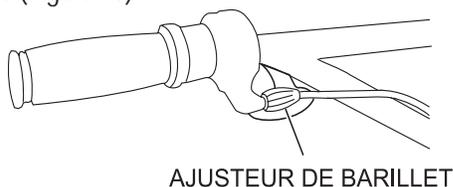

Figure 10. Ajusteur de barillet
6. Ajustez la tension du câble en faisant tourner l'ajusteur de barillet. (Figure 10)